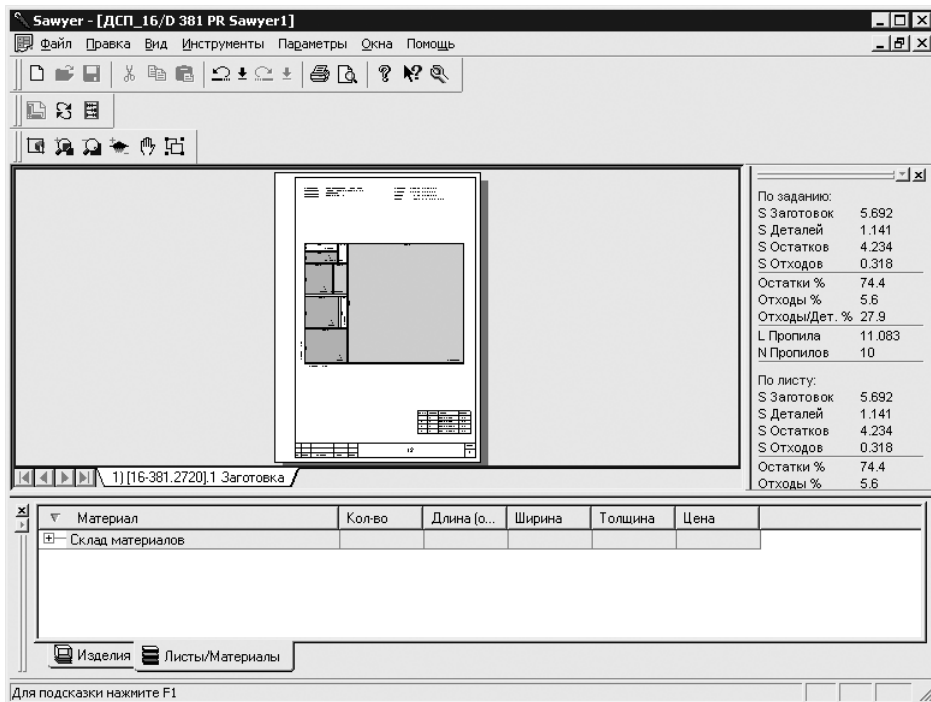

Рис. 7.11
9. Теперь необходимо разместить детали на листах заготовок в автоматическом или ручном режиме. В окне задания на раскрой выбрать строку, относящуюся к материалу, для которого следует выполнить раскрой, и щелкнуть правой кнопкой мыши — откроется контекстное меню, в котором следует выбрать пункт Распределить. Раскрой будет выполнен автоматически, а результаты появятся в окне карт раскроя (рис. 7.11).